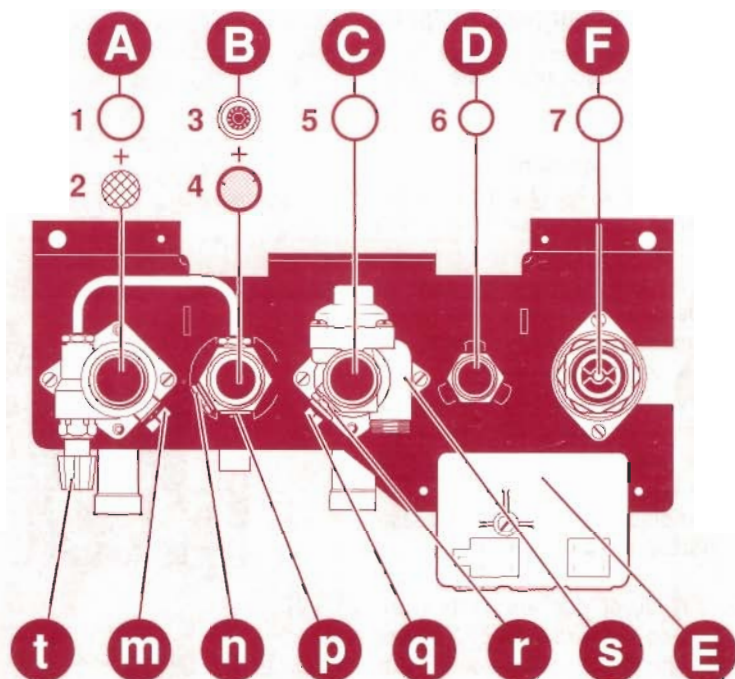

Fig. 5
- Mettre en place les filtres, joints et le limiteur de débit en respectant l'ordre et le sens précisés sur les **fig. 5** et **6**. Visser les différents raccords entre la chaudière et la plaque de raccordement.
- Brancher les connecteurs électriques dans le bornier (**E fig. 5**).
Dévisser le couvercle permettant l'accès au bornier (**E fig. 5**) sur la plaque support : le petit sachet plastique contient les différents éléments de connexion que vous devrez utiliser : barrettes, serre-cables, bouchons de protection...
Remplissage des circuits (fig. 5)
- Faire une prise d'air en ouvrant par exemple, un purgeur de l'installation ou la vis de vidange (**r fig. 5**) de la chaudière.
- Finir la vidange en ôtant la vis (**n fig. 5**) sur la plaque de raccordement de la chaudière.
- Fermer les robinets (**q fig. 5**) départ chauffage et (**m fig. 5**) retour chauffage.
- Ouvrir la vis de vidange (**r fig. 5**) située sur le départ chauffage et faire une prise d'air, par exemple en ouvrant le purgeur de l'échangeur (**17 fig. 2**).